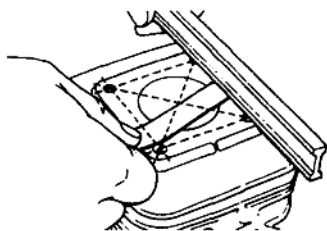

图 1-5 检测气缸体端面变形情况
(4) 气缸体端面变形的检修方法:如图 1-5 所示,用直尺靠在气缸体端面上,然后用塞尺测量直尺与气缸盖端面间的间隙,且要多测几个点的间隙。若测量值大于使用极限值,则应研磨气缸体端面,其方法参见气缸盖端面变形的检修方法。若气缸体端面变形值过大,采用上述研磨方法修理将会使燃烧室容积变小而使压缩比增大,引起发动机爆震,应更换气缸体。